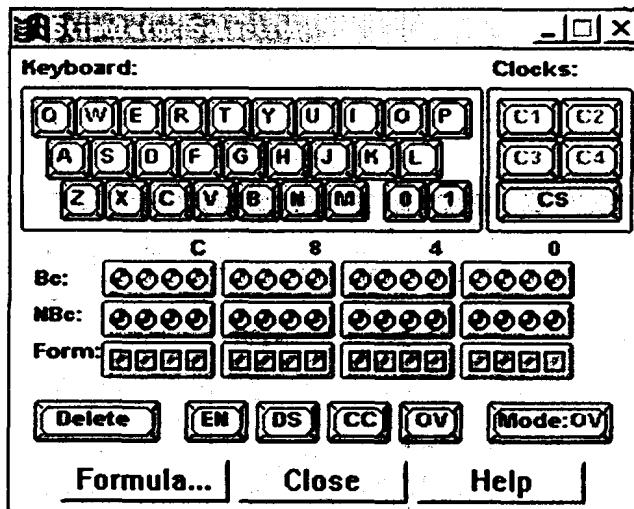

图 1.1.13 激励器选择器
(1) 在做完“加输入信号”的操作后,选择 Signal→Add Stimulators 或在工具条中点击 Stimulator 图标 , 打开 Stimulator Selection 窗口(如图 1.1.13)。